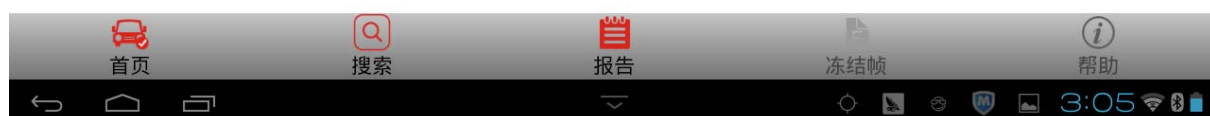

图 3
10). 执行“复位至出厂设置”后, “44 助力转向系统”存储三个故障码, 需要清除这些故障码, 如图 3;